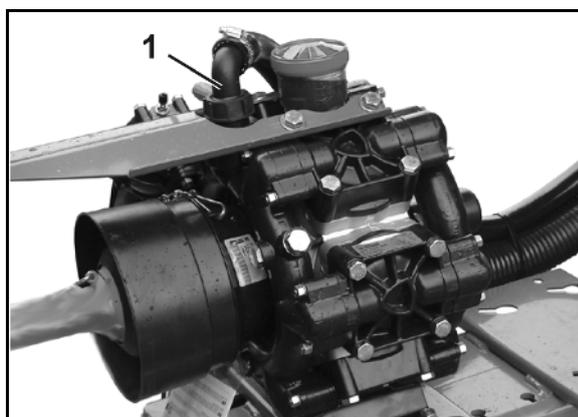

Fig. 158
8. Entfernen Sie den Schlauch (Fig. 158/1) am Schalthehn **F**.